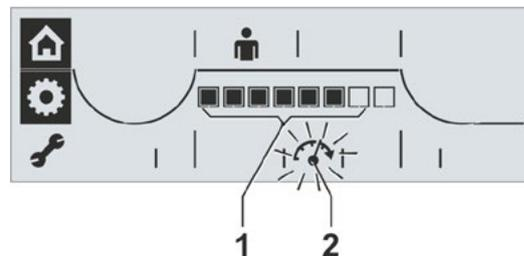

Fig. 1: Trinn for turtall/vandringstid
- Drei du på dreiebryteren til symbolet for turtall blinker (Fig. 1, pos. 2). De sorte segmentene på skalaen, Fig. 1, pos. 1, viser det aktuelt innstilte trinnet for turtall/vandringstid innenfor de første syv plassene, se også tabellen over.